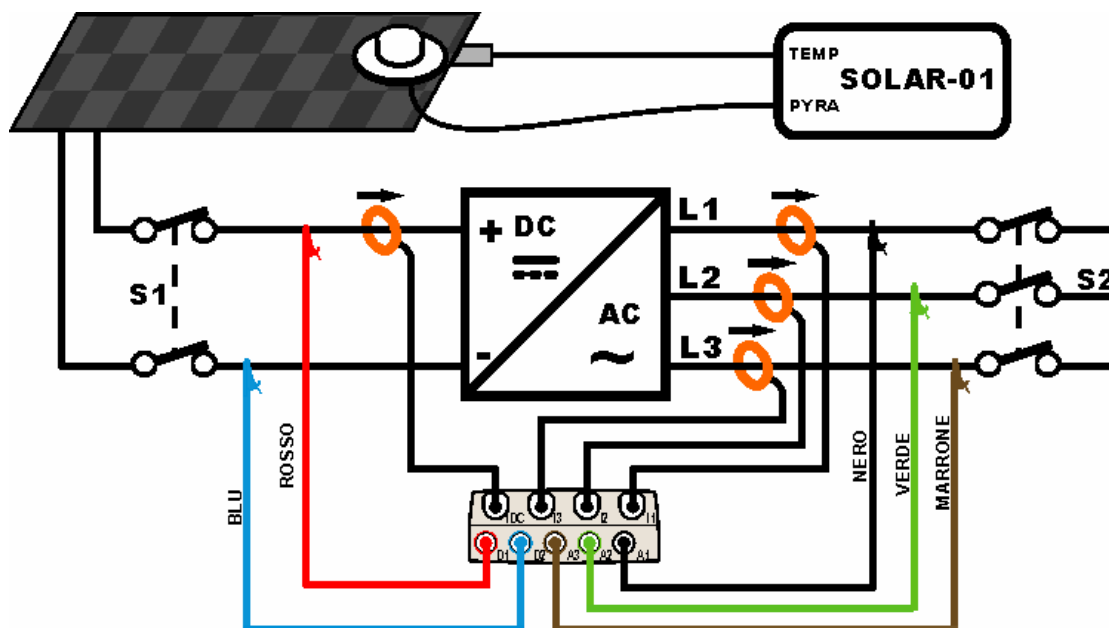

Fig. 202: Collegamento dello strumento in un sistema Fotovoltaico Trifase
2. Collegare gli ingressi **D1** e **D2** rispettivamente ai poli positivo e negativo di uscita della stringa. Collegare gli ingressi **A1**, **A2**, **A3** ai conduttori di Fase rispettando i colori come mostrato in Fig. 202.
4. Collegare la pinza di corrente DC sul conduttore positivo in uscita dalla stringa **rispettando il verso della freccia** presente sulla pinza stessa come indicato in Fig. 202. Collegare l'uscita della pinza all'ingresso **IDC** dello strumento.
5. Collegare le pinze AC sui conduttore di Fase L1, L2, L3 **rispettando il verso della freccia** presente sulle pinze stesse come indicato in Fig. 202. Collegare l'uscita delle pinze rispettivamente agli ingressi **I1**, **I2**, **I3** dello strumento.